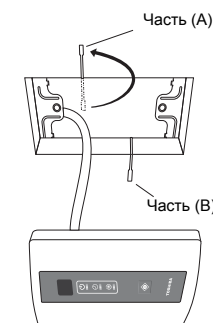

Рис.4
3. Установите части (А) и (В) кронштейна таким образом, чтобы они надежно захватили материал потолка. (Рис. 4)